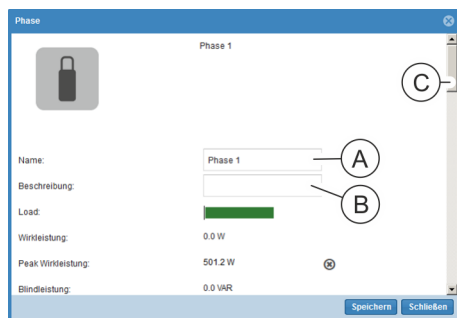

Abb. 117: Fenster "Phase"
⇒ Es öffnet sich das Fenster "Phase" (Abb. 117).
4. Im Fenster "Phase" bei Bedarf die Benennung der Phase (Abb. 117/Ⓐ) anpassen und bei Bedarf eine Beschreibung hinzufügen (Abb. 117/Ⓑ).
5. Mit dem Scrollbalken nach unten scrollen (Abb. 117/Ⓒ).